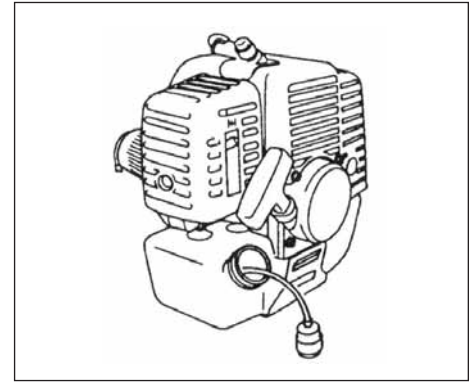

Fig. 3-2B
**Топливный фильтр (Рис. 3-2B)**